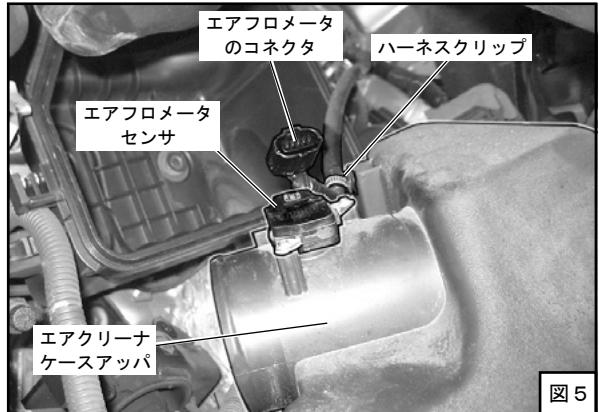

図5
(10) エアクリーナーケースロアを少し後方にずらし、エアクリーナーケースアップを手前に出してください。
(11) エアクリーナーケースアップのハーネスクリップを外し、エアフローメータセンサからコネクタを外してください。（図5）
(12) エアクリーナーケースアップ・エアクリーナーケースロアを取外してください。
(13) エアクリーナーケースアップからエアフローメータセンサを取り外してください。（図5）